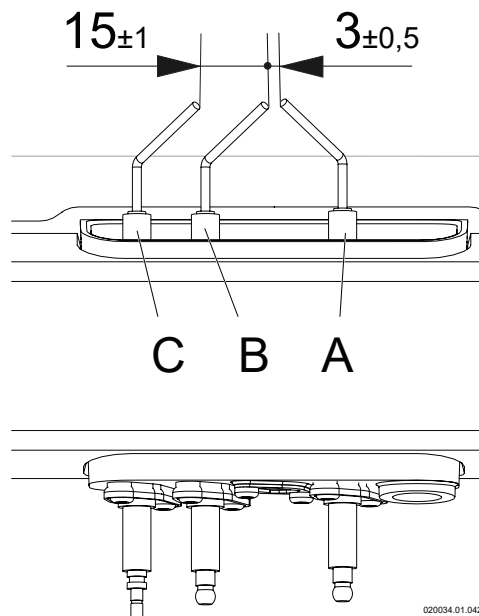

Figura 8-16 - Distanza in mm tra gli elettrodi
2. - Verificare che la distanza fra gli elettrodi di accensione "A" e "B" sia di 3 mm (Figura 8-16);
3. - Verificare che la distanza fra l'elettrodo di accensione "B" e l'elettrodo di rilevazione "C" sia 15 mm (Figura 8-16);